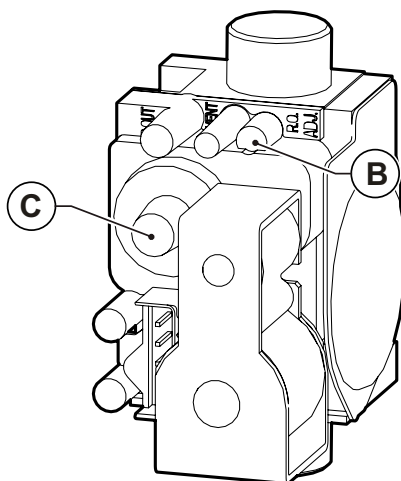

Fig. 36 Reglare valoare dioxid de carbon
- Reglați valoarea dioxidului de carbon (CO₂) din gazele arse, rotind regulatorul de raport **B** (vezi Fig. 36 Reglare valoare dioxid de carbon) și asigurați-vă că reintră în limitele din Tab. 1 Date de calibrare KR 45 și a Tab. 2 Date de calibrare KR 60.
- Reglați valoarea dioxidului de carbon (CO₂) din gazele arse, rotind regulatorul **C** (vezi Fig. 36 Reglare valoare dioxid de carbon) și asigurați-vă că reintră în limitele din Tab. 1 Date de calibrare KR 45 și a Tab. 2 Date de calibrare KR 60.